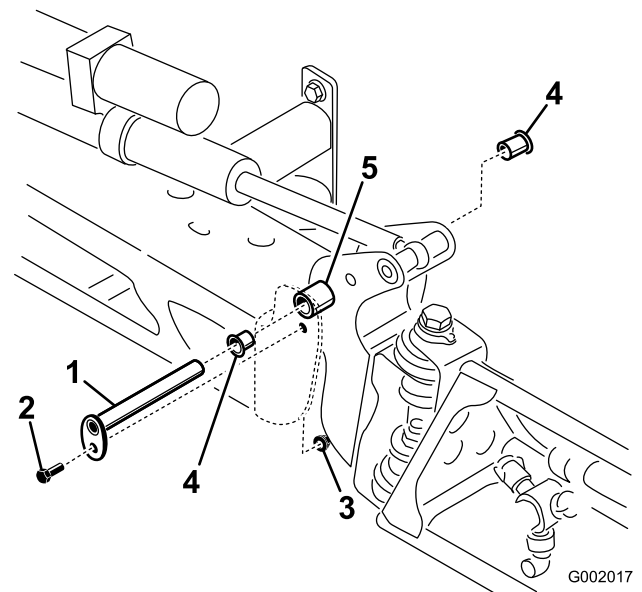

図 21
3. ブームを支えておきながら、ピボットピンをブーム・アセンブリに固定しているボルトとナットを取り外す(図 21)。
6. ナイロンブッシュを取り外し、ピボットブラケットの前面および後面側から見て点検する(図 21)。
8. センターフレームにブーム&ピボットブラケットアセンブリを取り付け、開口部を整列させる(図 21)。